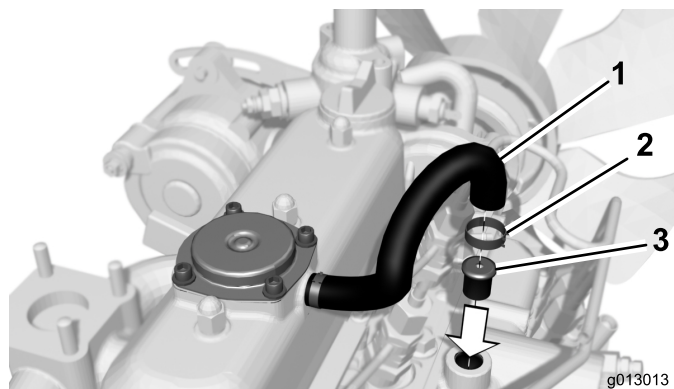

Figura 2
7. Limpie cuidadosamente la zona de la conexión entre la manguera y el tubo del respiradero (Figura 2).
8. Retire la abrazadera que sujeta la manguera del respiradero al tubo del respiradero del colector de admisión (Figura 2). Retire la manguera del tubo.
9. Introduzca el nuevo orificio de admisión en el extremo del tubo del respiradero (Figura 2).